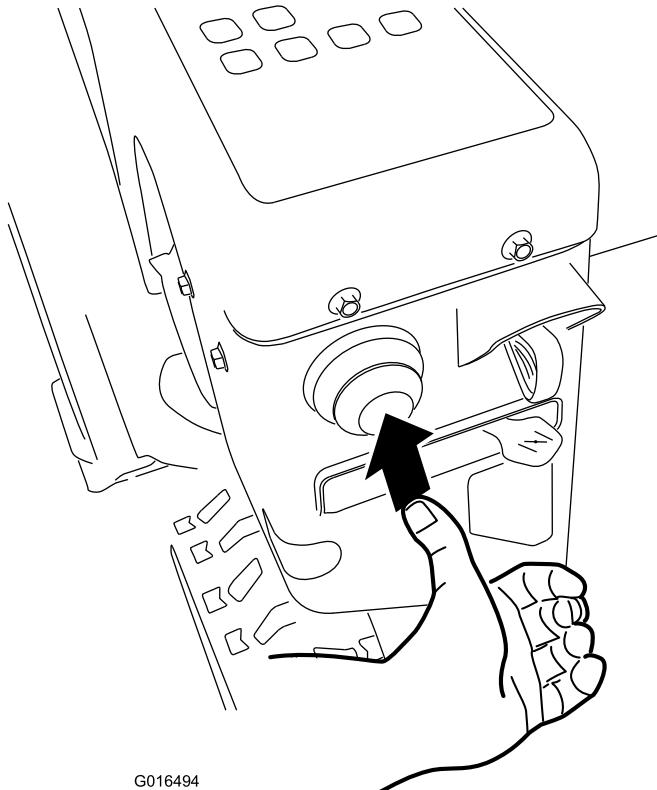

Figure 28
4. Appuyez fermement sur l'amorceur avec le pouce, comme indiqué par le tableau ci-dessous, en marquant une pause d'une seconde avant de relâcher la pression (Figure 28).